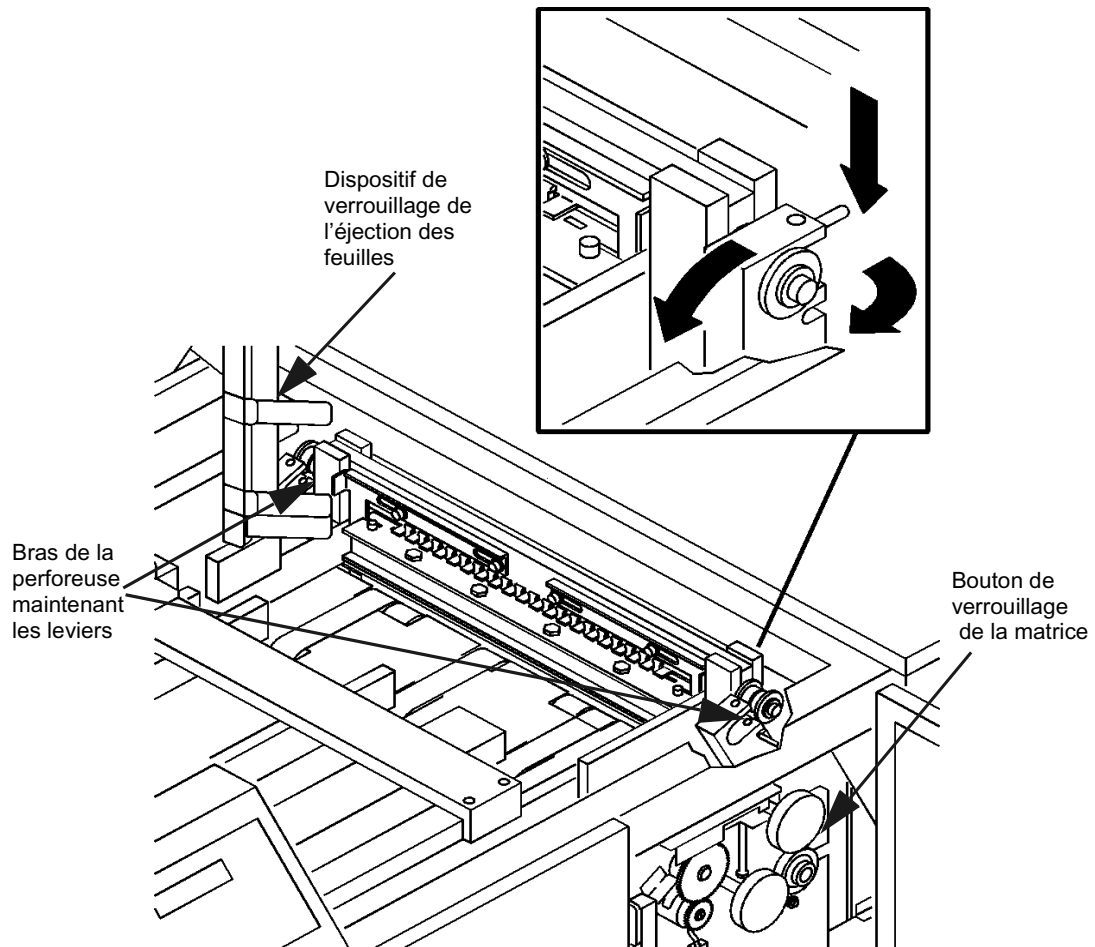

Figure 2-2: Déverrouillage du dispositif de la matrice
- 3 Déverrouillez le dispositif de verrouillage de l'éjection des feuilles, voir Figure 2-2.
- 4 Relâchez le bras de la perceuse maintenant les leviers vers le bas et sur le côté, voir Figure 2-2.
- 5 Déverrouillez la matrice: tournez le bouton de verrouillage de la matrice dans le sens des aiguilles d'une montre jusqu'à ce que vous entendiez un "clic", voir Figure 2-2. Ne tournez pas davantage auquel cas, vous verrouillerez de nouveau la matrice.